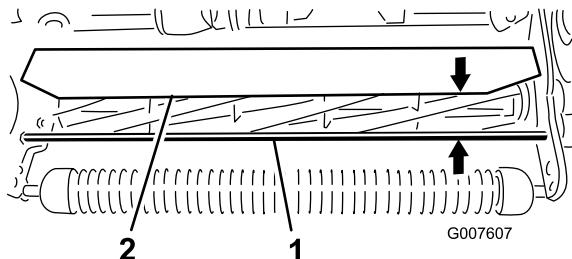

**Рисунок 54**
**Примечание:** В зависимости от применения и от нужда пользователя передний валик может быть установлен в три разных положения (Рисунок 54).